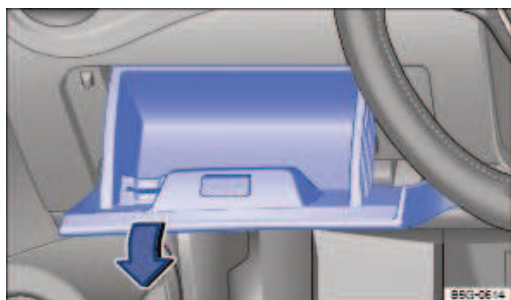

Fig. 190 Cache de la boîte à fusibles dans le tableau de bord : véhicules à direction à gauche, à gauche du volant
- Ouvrez et au besoin videz le rangement du côté du conducteur ⇒ Fig. 190.